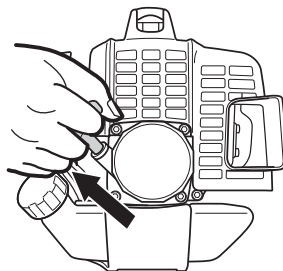

Fig. 11
- (4) Tirez vivement sur la corde du lanceur en accompagnant son retour, sans relâcher brusquement la poignée. (Fig. 11)
- (6) Puis tirez à nouveau d'un coup sec sur le démarreur à lanceur. (Fig. 11)